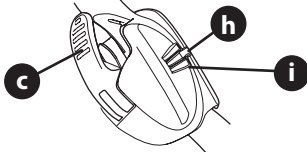

Figure 5
**IMPORTANT!** Lorsque vous placez le loquet (c) en position de verrouillage, assurez-vous que l'indicateur (h) est aligné avec une des trois positions (i) (Figure 5).